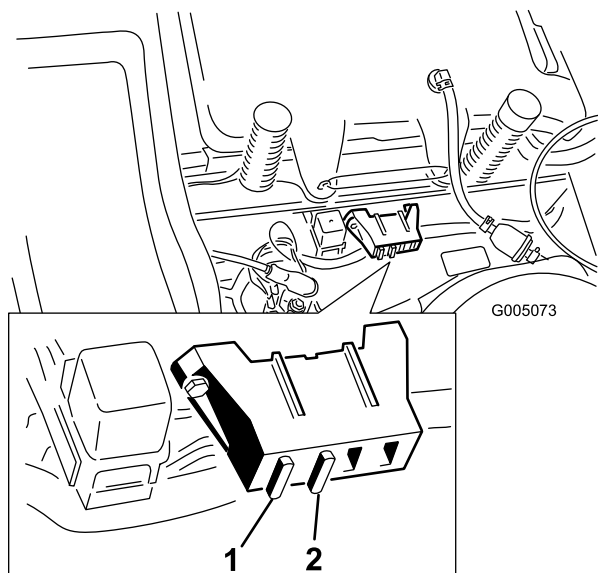

Figura 33
1. Levante el asiento para tener acceso al portafusibles (Figura 33).
2. Para cambiar un fusible, tire del fusible para retirarlo (Figura 33).